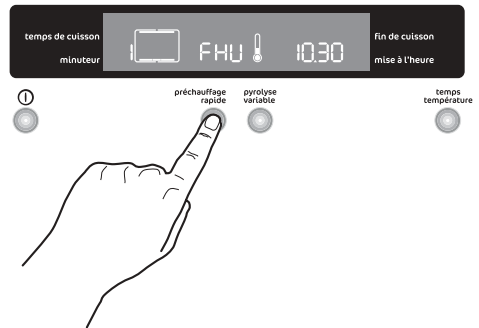

Fig. 17
1. Allumez le four en appuyant sur la touche "**Marche / Arrêt**" ①.
4. Appuyez sur la touche "**Préchauffage rapide**". La mention "**FHU**" apparaîtra sur l'affichage (Fig. 17).